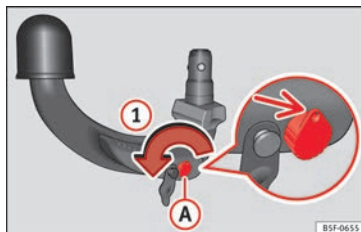

Fig. 233 Passaggio 1
- Girare la chiave nel senso della freccia ① finché la parte bucata raggiunge la sua posizione superiore » **fig. 233** (freccia).